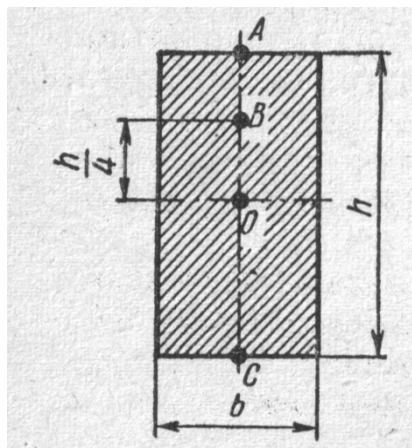

Рис. 18.
3. В каких точках поперечного сечения балки возникают наибольшие нормальные напряжения (рис. 18)?
- 5. Укажите, для какой точки поперечного сечения балки (рис. 18) нормальные напряжения могут быть вычислены по формуле